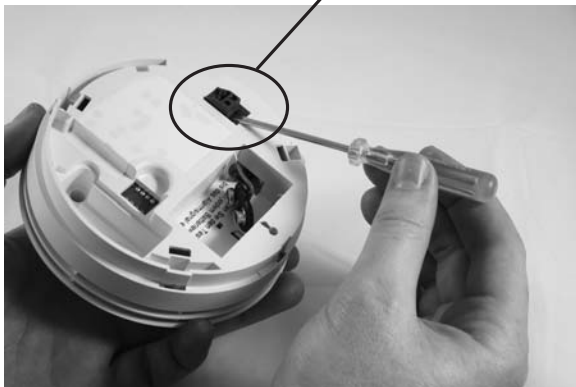

Figure 12a
3. À l'aide d'un petit tournevis, décoller le bloc du terminal en le soulevant verticalement (voir figure 12a).